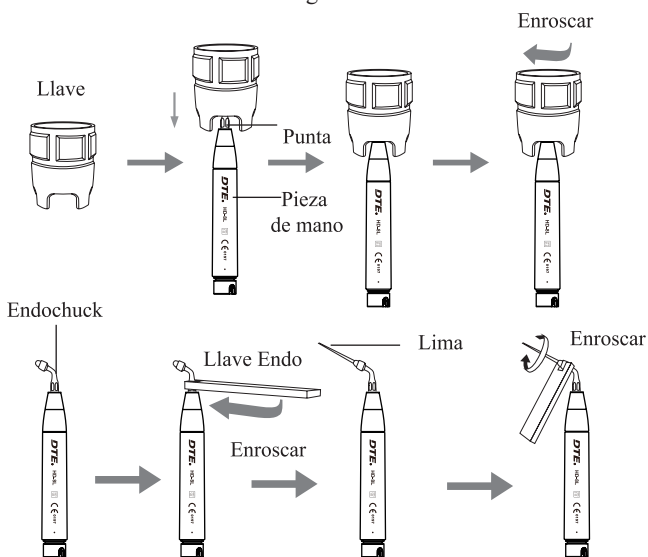

Figura 4
2.1.5 Elija la punta de escala de acuerdo con el requisito y enrosque la punta de limpieza con la llave. (ver figura 4)